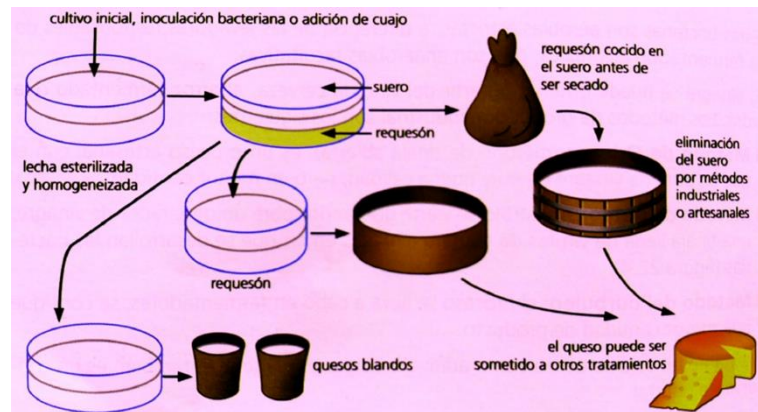

Figura 4 Proceso de fabricación de queso
a) La elaboración de queso comienza con la coagulación de las proteínas de la leche por la acción de las bacterias lácticas y adición de la enzima renina, también llamada cuajo, que se encuentra en el estómago de los rumiantes (Figura 4). Así se forma la cuajada o requesón, que se calienta y comprime para eliminar el suero. A